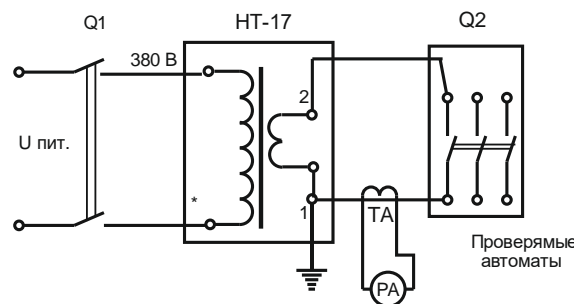

Рис. 3 Схема включения трансформатора
6.1. Собрать измерительную схему рис. 3.